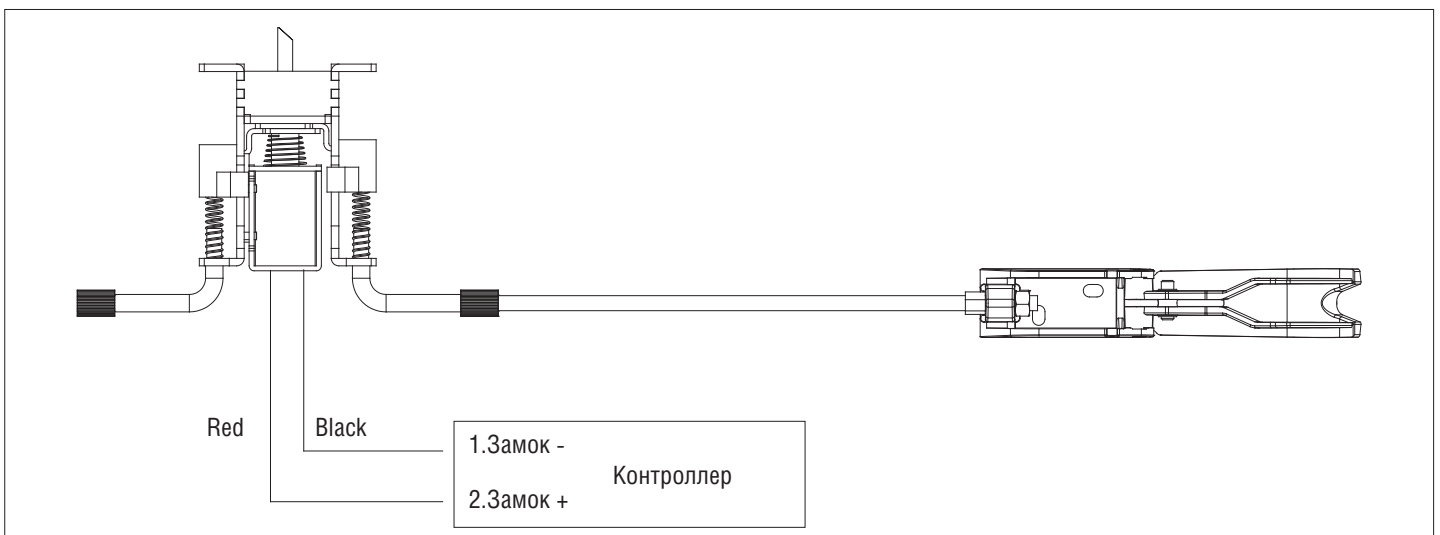

Рис. 13
2. Отрегулируете угол открытия ручной разблокировки, натяните трос отверткой (рис. 13).
3. Подсоедините ручную разблокировку к замку, закрепите ее вне корпуса привода (как вариант — на боковой крышке) (рис. 13).
4. Подсоедините замок к контроллеру (рис. 13).